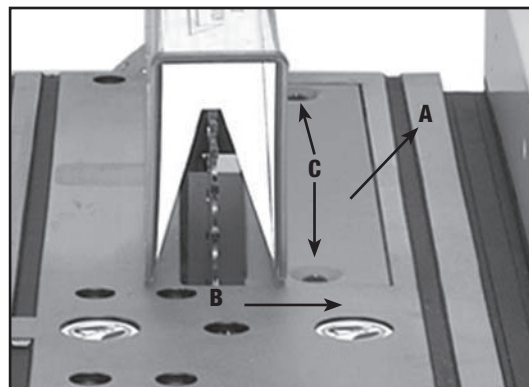

Fig. 33A
1. Certifique-se de que o inserto da bancada (A) Fig. 33A esteja no mesmo nível, ou um pouco abaixo, da superfície da bancada (B) na extremidade frontal do inserto e no mesmo nível, ou ligeiramente acima da superfície da bancada na extremidade posterior do inserto.
2. Se o inserto de bancada estiver acima da superfície da bancada, aperte os dois parafusos do inserto da bancada (C) Fig. 33A para abaixar o inserto.